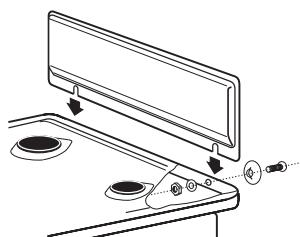

Рис.14
- Перед установкой плиты закрепите щиток (при наличии) (рис.14).